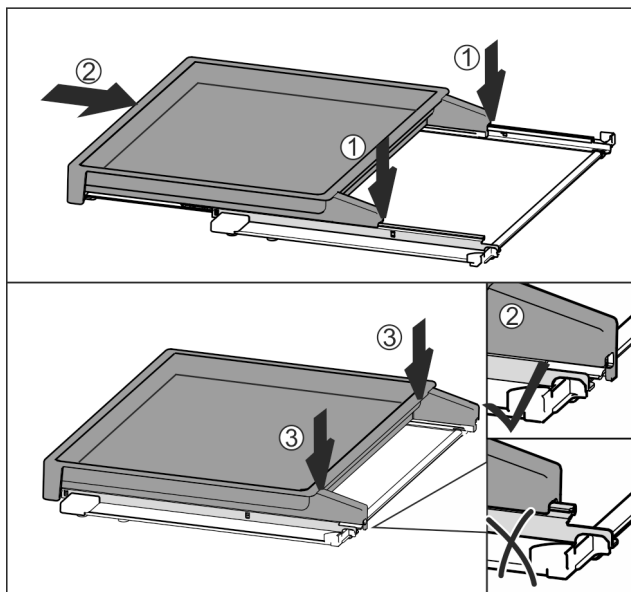

Fig. 51
- ▶ Установить по центру на направляющие Fig. 51 (1).
- ▶ Вставить вытяжную панель полностью Fig. 51 (2).
- ▶ Нажимать на задней стороне до тех пор, пока не будет слышна фиксация Fig. 51 (3).